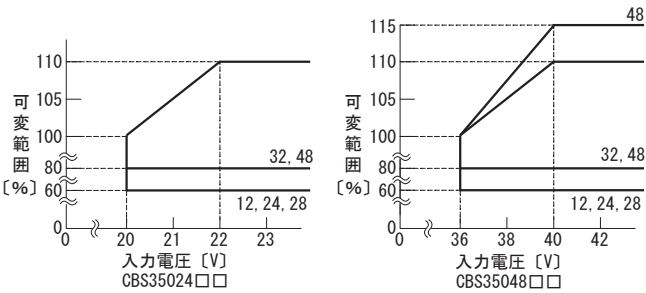

図 4.4-1 CBS350 出力可変範囲
- TRMに抵抗を外付けすることによって、出力電圧（+VOUTと-VOUT間電圧）を可変することができます。なお、CBS350, CBS450以外の機種の入力電圧範囲がDC18~20V（CBS50/100/20024）、DC36~40V（CBS50/100/20048）の場合、出力電圧可変範囲は定格電圧の60~105%となります（1.8V, 2.5V, 48Vは除く）。CBS350の入力電圧範囲がDC20~22V（CBS35024）、DC36~40V（CBS35048）の場合、出力電圧可変範囲は図4.4-1のようになります。